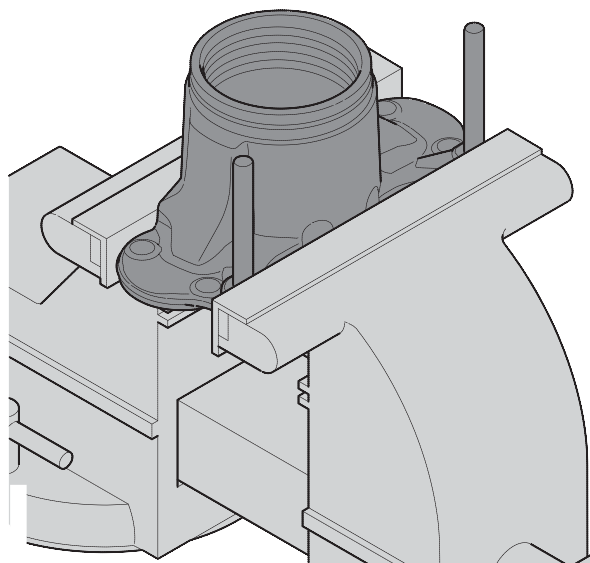

Figura 43. Arranjo de fixação para placa de encosto
1. Fixe a placa de encosto em uma morsa equipada com mordentes macios. Consulte a Figura 43 para o arranjo de fixação. Não aperte demais ou danifique a placa de encosto enquanto fixa!